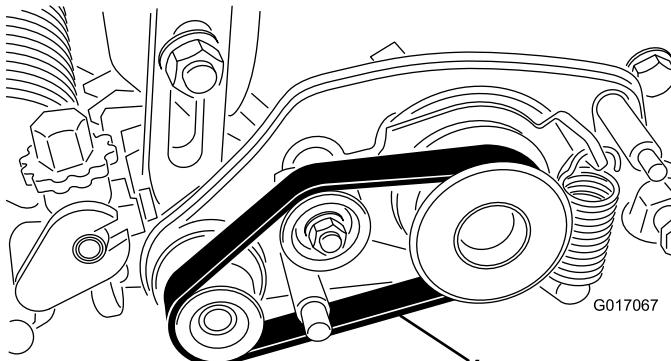

図 14
30. ベルトを取り付ける図 14のように駆動ブーリ、アイドラプーリ、受動ブーリに掛け回す。